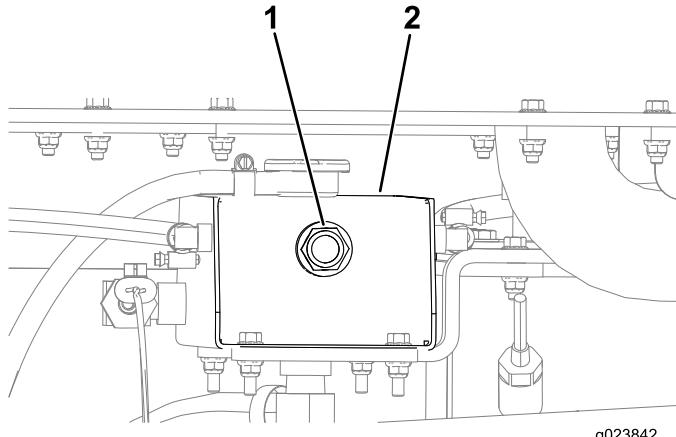

Bild 107
4. Prüfen Sie den Kühlmittelstand am Schauglas am Ende des Kühlmittelbehälters (Bild 107).